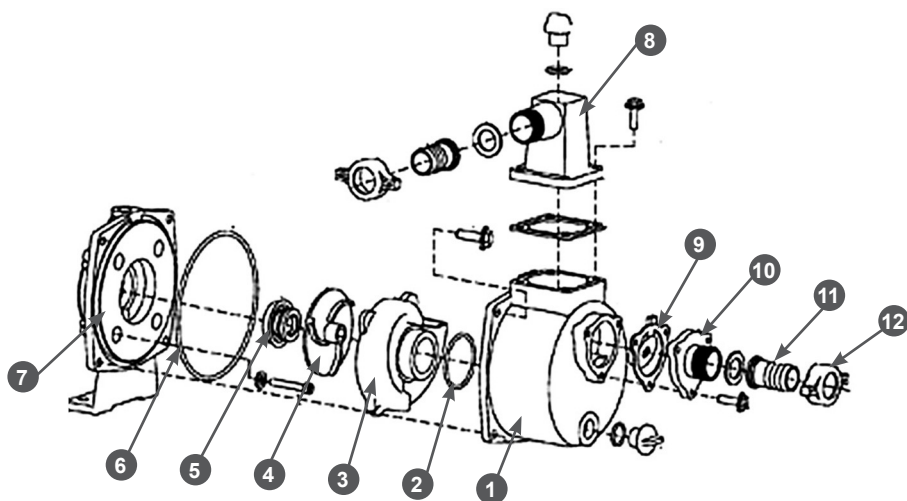

Рис.3 Устройство насоса мотопомпы
крыть обратный клапан и всасывать воду через всасывающий патрубок. Всасывание начинается спустя некоторое время после пуска двигателя, в зависимости от высоты всасывания. Перекачивание воды до насоса и от насоса осуществляется с помощью рукавов, которые присоединяются непосредственно к насосу через патрубки (11) с помощью хомутов. Устройство насоса мотопомпы приведено на Рис.3.